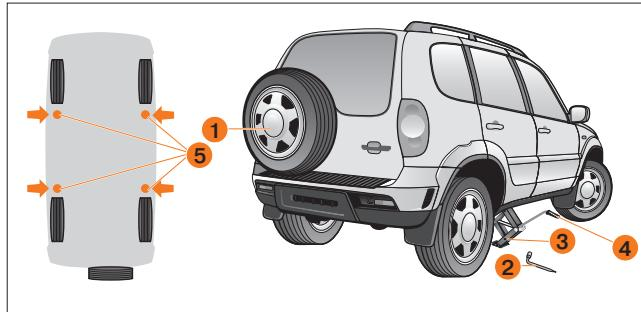

Рис. 83. Подъём автомобиля при замене колёс
2. Достаньте, отсоединив ремень крепления, домкрат **3** (рис. 83) и колёсный ключ **2**, которые расположены в багажнике с правой стороны.